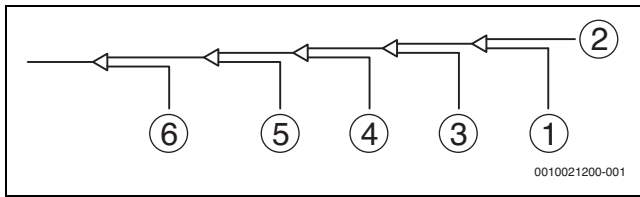

Bild 33
8. Die übrigen Öffnungen in derselben Weise spülen. Dabei der Reihenfolge nach von Inneneinheit A in Richtung der Außeneinheiten arbeiten. Siehe Abb. 33.